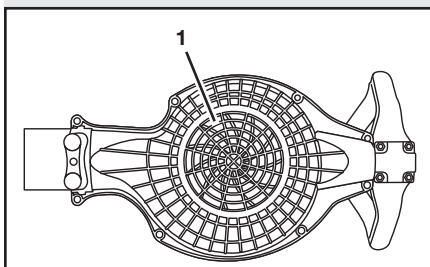

Fig. 8
1. Inversez la souffleuse à feuilles (Fig. 8).
2. Brossez soigneusement les débris pour les éliminer de la grille d'entrée d'air (1).